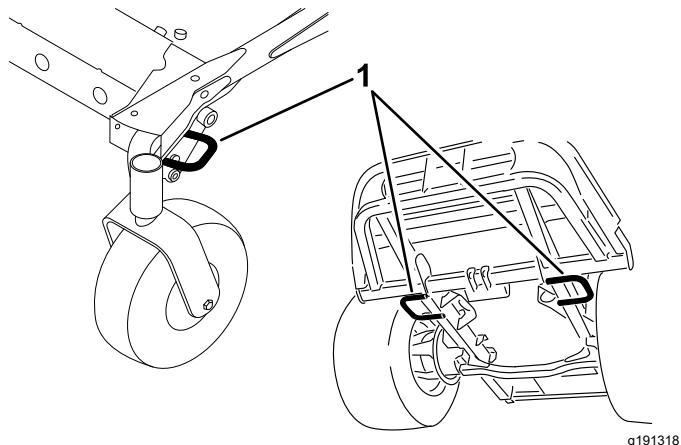

Рисунок 26
- Используйте скобы для фиксации на машине для надежного крепления машины к прицепу или грузовому автомобилю с помощью стропов, цепей, троса или канатов (Рисунок 26).